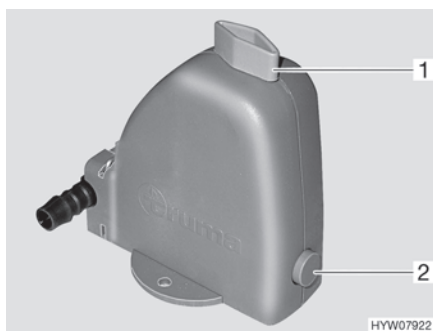

Fig. 123 Válvula de seguridad/purga
La calefacción está equipada con una válvula de seguridad/purga (Fig. 123). La válvula de seguridad/purga evita que el agua para la preparación de agua caliente se congele cuando no esté conectada la calefacción en caso de congelación.
- Cerrar la válvula de seguridad/purga. Para ello, girar el botón giratorio (Fig. 123,1) a la posición transversal en referencia a la válvula de seguridad/purga y hundir el botón (Fig. 123,2).
- Abrir la válvula de seguridad/purga. Para ello, girar el botón giratorio (Fig. 123,1) a la posición longitudinal en referencia a la válvula de seguridad/purga. El botón de presión (Fig. 123,2) salta hacia fuera. El depósito de agua sanitaria se vacía hacia fuera a través de la válvula de seguridad/purga.